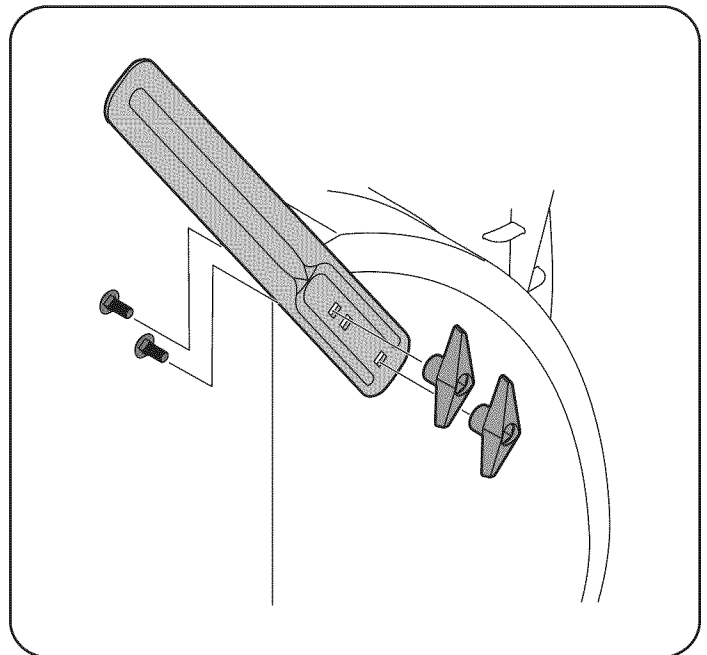

Figura 13
3. Acople los cortadores de desplazamiento de nieve con los tornillos y los pomos de mariposa en el exterior de la caja de la barrena como se muestra en la Figura 13.